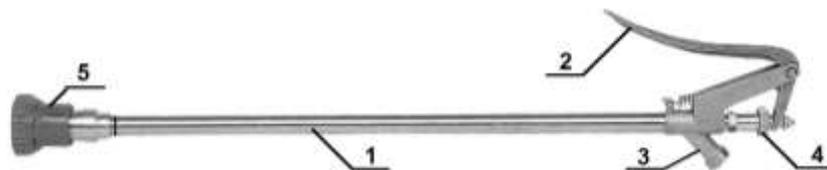

Рис. 4. Гидравлический пистолет.
В качестве дополнительных рабочих органов опрыскиватель может комплектоваться гидравлическим пистолетом (рис. 4), состоящим из патрубка 1, внутри которого расположен запорный элемент с завихрителем потока жидкости, перемещаемый с помощью рычага 2, фиксирующей гайки 4 и патрубка подвода жидкости 3. Пистолет оснащен вихревым распылителем с механически регулируемым расходом жидкости и углом конуса факела распыла.
5.2.3. Повернуть рукоятку 2 главного крана регулятора давления (рис. 4) против часовой стрелки до упора (слив жидкости от насоса в бак). Рукоятку 3 регулировки давления вращать против часовой стрелки до упора. Рычаги 6 секций 7 и 8 перевести в положение «Открыто».
5.2.6. Включить привод ВОМ. Повернуть рукоятку 2 главного крана регулятора давления (рис. 4) по часовой стрелке до упора. Вращением рукоятки 3 увеличить давление в системе нагнетания до 3,5 МПа.